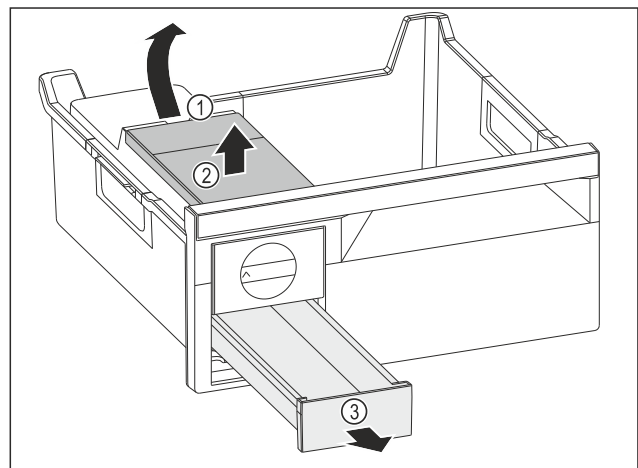

Fig. 165
- Sacar el depósito de agua: Subir el depósito de agua por la entalladura Fig. 165 (1).
- Extraer el depósito de agua Fig. 165 (2) por arriba.
- Extraer el cajón para cubitos de hielo Fig. 165 (3) por delante.